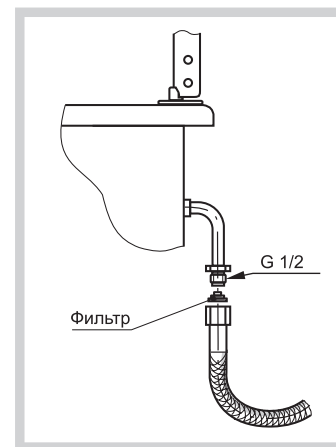

Рис.13
- выбранный шланг должен иметь документ, указывающий дату изготовления, срок службы и замены. Он устанавливается в соответствии с рис.13;